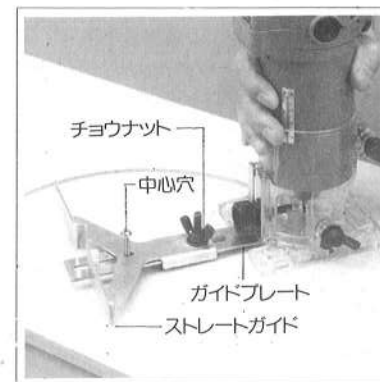

図16
- 加工可能半径は最少70mm、最大210mmです。(図16参照)
- ストレートガイドの中心穴に釘を差し込み、切断する材料に固定してください。(図16参照)